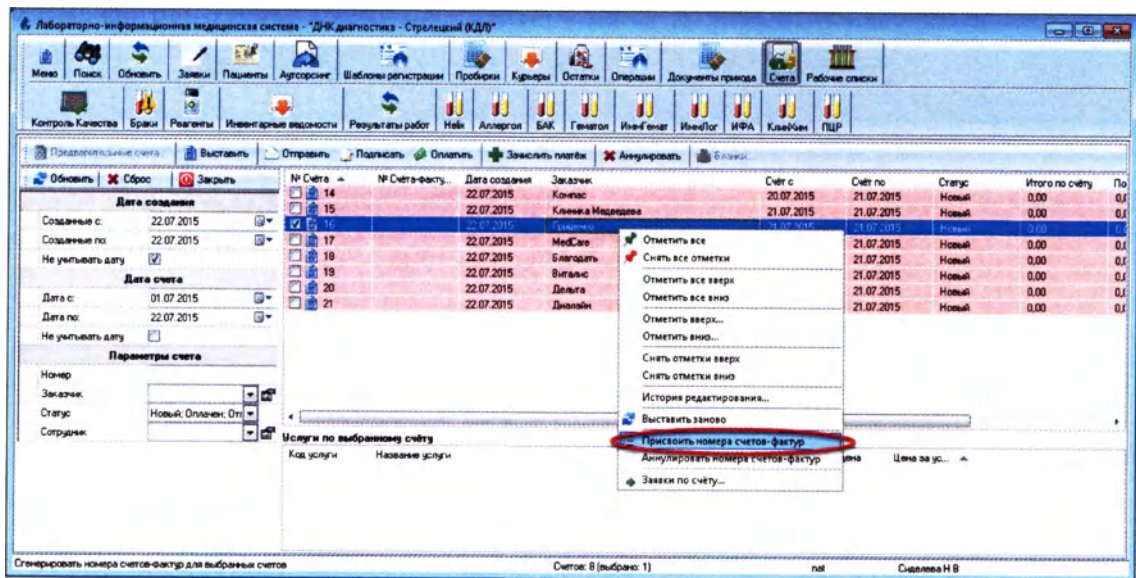

Рисунок 10.15
2. В появившемся списке выберите пункт «Присвоить номера счетов-фактур» (Рисунок 10.15):